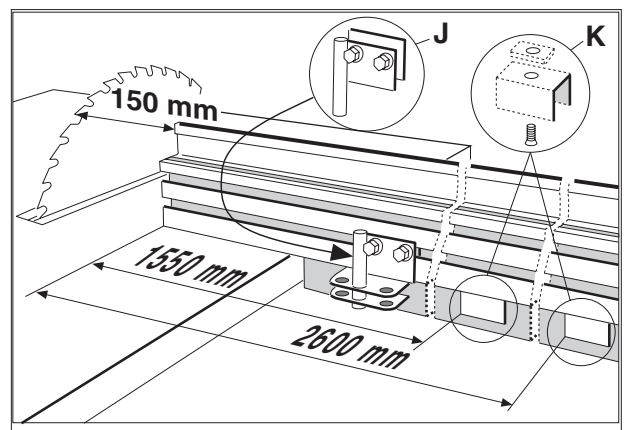

Fig. 12
- Monter to braketter **K** som vist i *fig. 12* ved å skyve mutteren inn i aluminiumsprofilen. Vær nøye med at brakettene monteres midt i sporet, henholdsvis **1550** og **2600 mm** fra enden nærmest sagen, slik at anholdet ikke bøyes ved montering.
- Monter braketten **J** som vist i *fig. 12* ved å skyve mutteren inn i aluminiumsprofilen. Monter anholdet på det faste rullebordet ved å senke anholdet ned på sidevengen. For at målebåndet skal vise riktig stilles sagbladet i kappstilling **0°**, og avstanden mellom sagbladets tenner og anholdet justeres til **150 mm**. Brakettens skruer trekkes til. Bruk materialstopperen og kontroller at innstillingen er riktig ved å foreta en prøve-kapping.